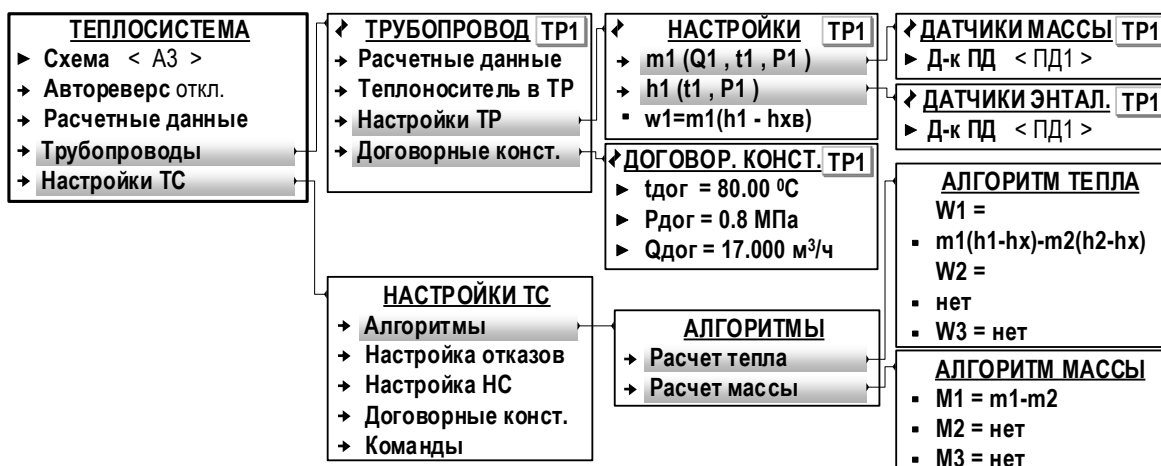

Рис.19. Вид меню настройки алгоритмов расчета тепла и массы в трубопроводах и теплосистеме (режим СЕРВИС).
7.4.4.1. В фиксированных схемах теплоучета алгоритмы расчета тепла w , массы m и удельной энтальпии h (рис.19) отображаются только для трубопроводов **ТР1**,..., **ТР4** и в общем случае имеют вид:
Также в меню **Теплосистема / Трубопроводы / Настройки ТР** пользователь может назначить использование договорного значения давления **Рдог** вместо измеренного для расчета массы m и удельной энтальпии h (на рис.19 – вместо **< ПД1 >**).
7.4.4.2. Для теплосистемы алгоритмы расчета итогового тепла **W1**, **W2**, **W3** и итоговой массы **M1**, **M2**, **M3** частично настраиваются в подменю **Теплосистема / Настройки ТС / Алгоритмы / Расчет тепла** и **Теплосистема / Настройки ТС / Алгоритмы / Расчет массы** (рис.19).
7.4.5.1. Для расчетных трубопроводов в подменю **Теплосистема / Трубопроводы / Договорные конст.** (рис.19) вводятся значения параметров: